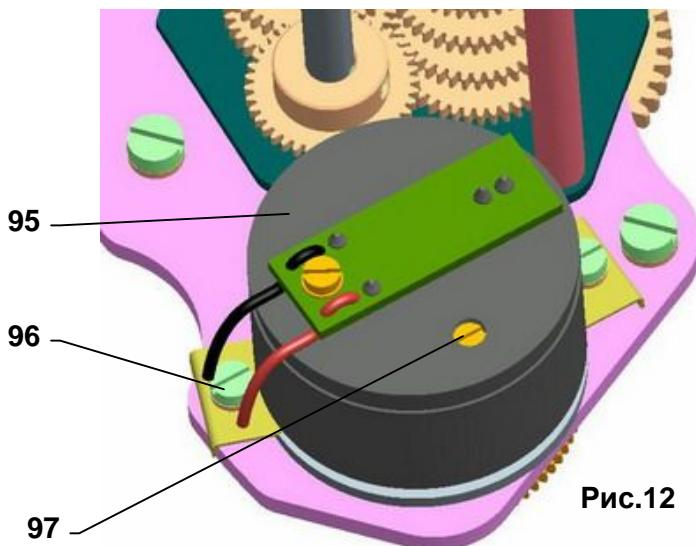

Рис.12
4.7 Установка емкостного датчика) CPT1/A (рис.12)
С помощью триммера (97),Рис.12 можно унифицировать выходной сигнал емкостного датчика установить его для любой величины хода, отвечающей приблизительно 50% - 100% производителем установленной величины рабочего хода, приведенной на типово щитке ЭП.